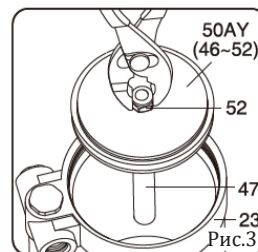

Рис.3
- Используйте плоскогубцы, чтобы разжать стопорную гайку воздушного поршня (52) и медленно воткните воздушный поршень в масляный цилиндр (12) через стопорную гайку (25) (рис. 3). Затем, нажмите на собранный воздушный поршень (50AY) 2-3 раза. В заключение, снова соберите вместе торцевую чашку воздушного цилиндра (54) и кольцо (53) с помощью ключа 22 мм (58).